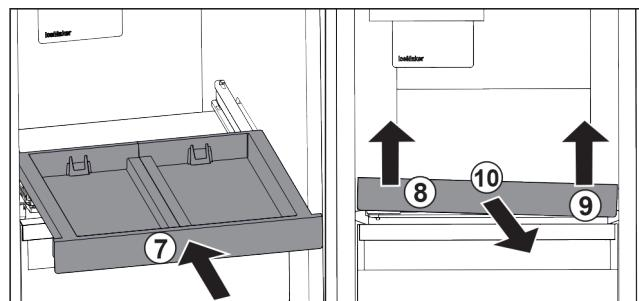

Fig. 24
- Zasuňte vysouvací přihrádku. Fig. 24 (7)
- Vysouvací přihrádku vpředu vlevo nadzvedněte. Fig. 24 (8)
- Vysouvací přihrádku vpředu vpravo nadzvedněte. Fig. 24 (9)
- Odeberte vysouvací přihrádku směrem dopředu. Fig. 24 (10)